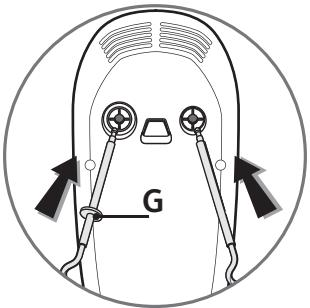

fig.1
- Вставьте ножки каждого из венчиков (B или F) или крюка (D) в специально предназначенные для этого
отверстия и зафиксируйте их. Венчики и крюки имеют специфическую форму, крюк или венчик с устройством, предотвращающим неверное соединение (G), вставляется слева, в более широкое отверстие (Рис.1).
- Вставьте ножки каждого из венчиков (C) или крюка (E) в специально предназначенные для этого отверстия и зафиксируйте их. Венчики и крюки имеют специфическую форму, крюк или венчик с устройством, предотвращающим неверное соединение (G), вставляется слева, в более широкое отверстие (Рис.1).
- Установите подставку (H) на рабочую поверхность стола: